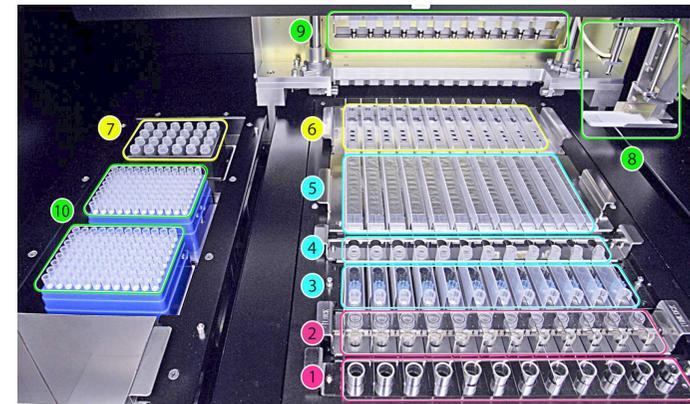

Figure 1: Zone de chargement du «ELITE InGenius»
La Figure 1 illustre l'instrument «ELITE InGenius».
La Figure 1 montre : position du rack pour tubes primaires (1), position du rack pour capuchons et tubes d'extraction (2), position du rack d'embouts (3), position du rack pour tubes d'éluion (tube d'éluion) (4), position du rack pour cartouches d'extraction (5) et position du rack pour cartouches de PCR (6), position du bloc de réactifs de PCR et de contrôle interne (gestionnaire de stocks) (7), distribution des échantillons et des réactifs (8, 9), positions du conteneur à déchets (en bas à gauche) et des embouts (10).
- Pour confirmer que les réactifs placés en position 7 du gestionnaire de stocks sont en quantité suffisante pour le nombre de tests sélectionnés (voir page 10, Figure 1) comme indiqué à l'écran, appuyer sur le bouton « Next » (Suivant).
- Placer suffisamment de portoirs à embouts en position 10 (voir page 10, Figure 1).
- Placer les cassettes de PCR indiquées en position 6 (voir page 10, Figure 1).
- Placer la/les cassette/s des cartouches d'extraction indiquée(s) en position 5 (voir page 10, Figure 1).
- Placer les tubes d'éluion dans le rack de tubes d'éluion, indiqué en position 4 (voir page 10, Figure 1).
15. Placer le nombre de portoirs à embouts indiqué en position 3 (voir page 10, Figure 1).
17. Placer les tubes d'extraction indiqués en position 2 (voir page 10, Figure 1).